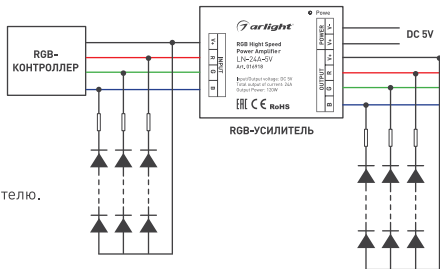

Рис. 1. Подключение RGB-контроллера к RGB-усилителю.
- 3.4. Подключите к входу усилителя (INPUT) провода от выхода RGB-контроллера (Рис. 1).